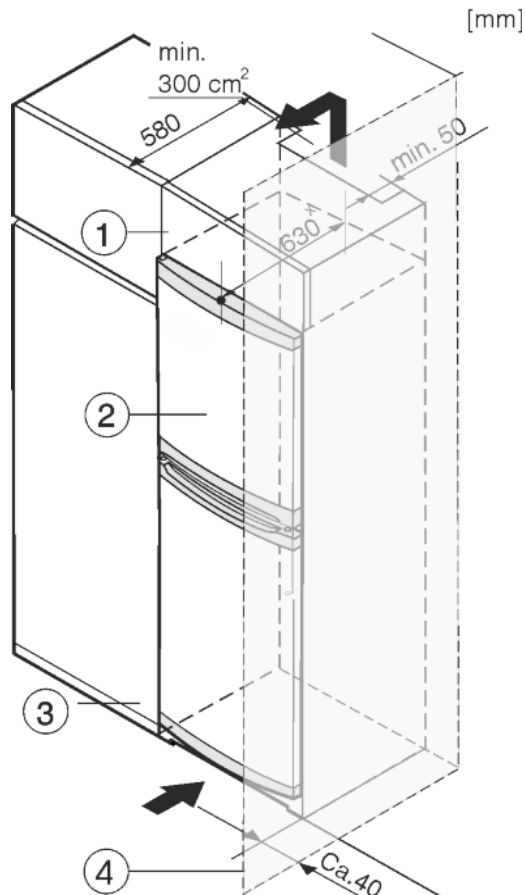

Fig. 8
- (1) Шкаф-пристройка
- (2) Уред
- (3) Кухненски шкаф
- (4) Стена
Уредът може да е обграден с кухненски шкафове. За да изравните височината на уреда Fig. 8 (2) с височината на вградената кухня, над уреда може да се постави шкаф-пристройка Fig. 8 (1).
При вграждане с кухненски шкафове (дълбочина макс. 580 мм), уредът може да се постави директно до кухненския шкаф Fig. 8 (3). Отстрани уредът е издаден на 34 мм^x, а в средата на уреда - на 50 мм^x спрямо предната страна на кухненския шкаф.
Когато уредът се постави с шарнири близо до стена *Fig. 8 (4)*, разстоянието между уреда и стената трябва да бъде поне 40 мм. Това е разстоянието, на което дръжките излизат напред при отворена врата.